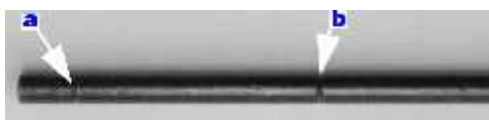

Fig.22
- Lorsque le niveau d'huile est compris entre les deux repères (a et b, voir Fig.22), le réservoir contient suffisamment d'huile.
- Lorsque le niveau d'huile se situe en-dessous du repère inférieur [a] (Fig.22), il faut rajouter de l'huile à l'aide d'un entonnoir propre.